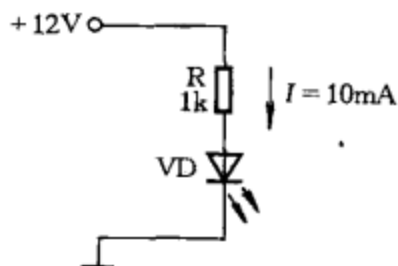

图 1-10
(1) 图 1-10 所示发光二极管电路中， R 为限流电阻。从欧姆定律 $I = U/R$ 可知，当电压 U 一定时，流过电阻器的电流 I 与其阻值 R 成反比。由于限流电阻 R 的存在，将发光二极管 VD 的电流限制在 10mA ，保证 VD 正常工作。